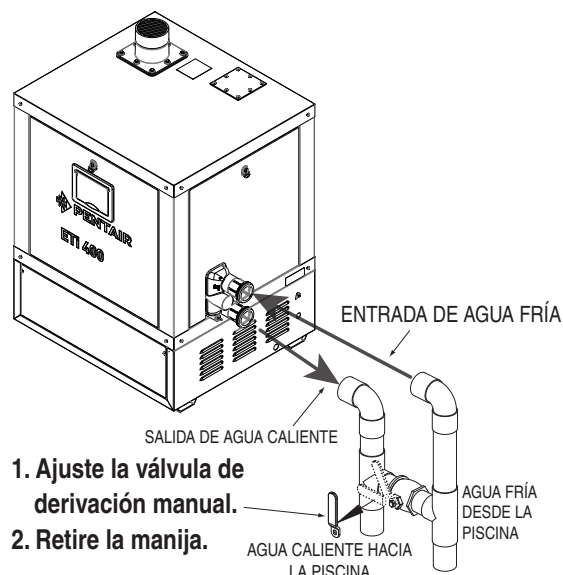

Figura 16.
Si la velocidad del flujo de agua excede los 454 LPM (120 GPM), deberá instalarse una válvula de derivación manual. Luego de instalar la válvula, regúlela para llevar la velocidad del flujo a un rango aceptable. Luego, retire la manija de la válvula o trábela para evitar que cambien este ajuste. Vea la Figura 16.
*Nota: Al instalar el calentador, asegúrese de respetar los códigos locales de construcción en cuanto a requisitos de retiro de la línea municipal (vea la Figura 16 en la página 25 para ver una ilustración de la instalación).*